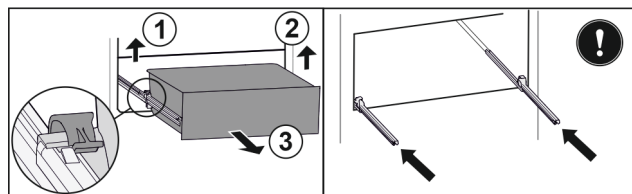

Fig. 137
- ▶ Podnieść lewy zacisk i wysunąć jednocześnie szufladę po lewej do przodu. Fig. 137 (1)
- ▶ Podnieść prawy zacisk i wysunąć jednocześnie szufladę po prawej do przodu. Fig. 137 (2)
- ▶ Wyjąć szufladę do przodu. Fig. 137 (3)